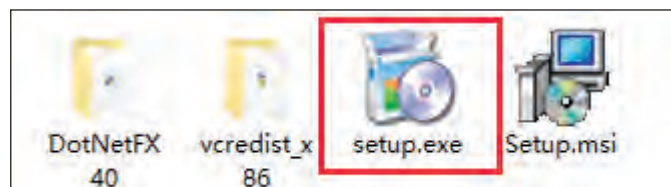

Figura 2-1
1. Haga clic en el archivo .exe, como se muestra en la Figura 2-1.